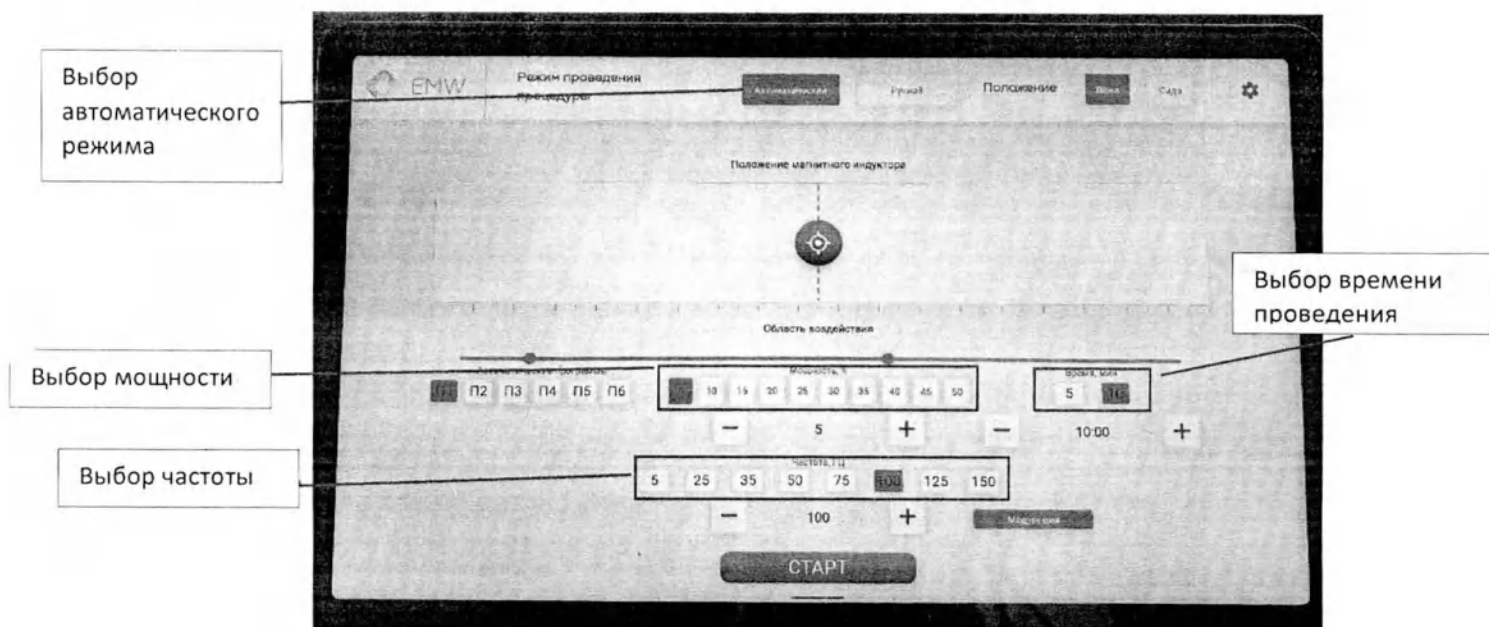

Рисунок 6 Выбор параметров
После первого включения планшета, в программе установлены следующие параметры проведения сеанса: режим - автоматический; частота - 50 Гц (без включенной кнопки «Модуляция»); мощность - 5%, время проведения процедуры – 10 минут. (рисунок 6). Для удобства на планшете есть индикация расположения индуктора.
9.2.10 Во время проведения процедуры, оператор все время располагается рядом с пациентом и в случае возникновения дискомфортных ощущений у пациента регулирует параметры проведения процедуры: частоту, мощность (рисунок 6).